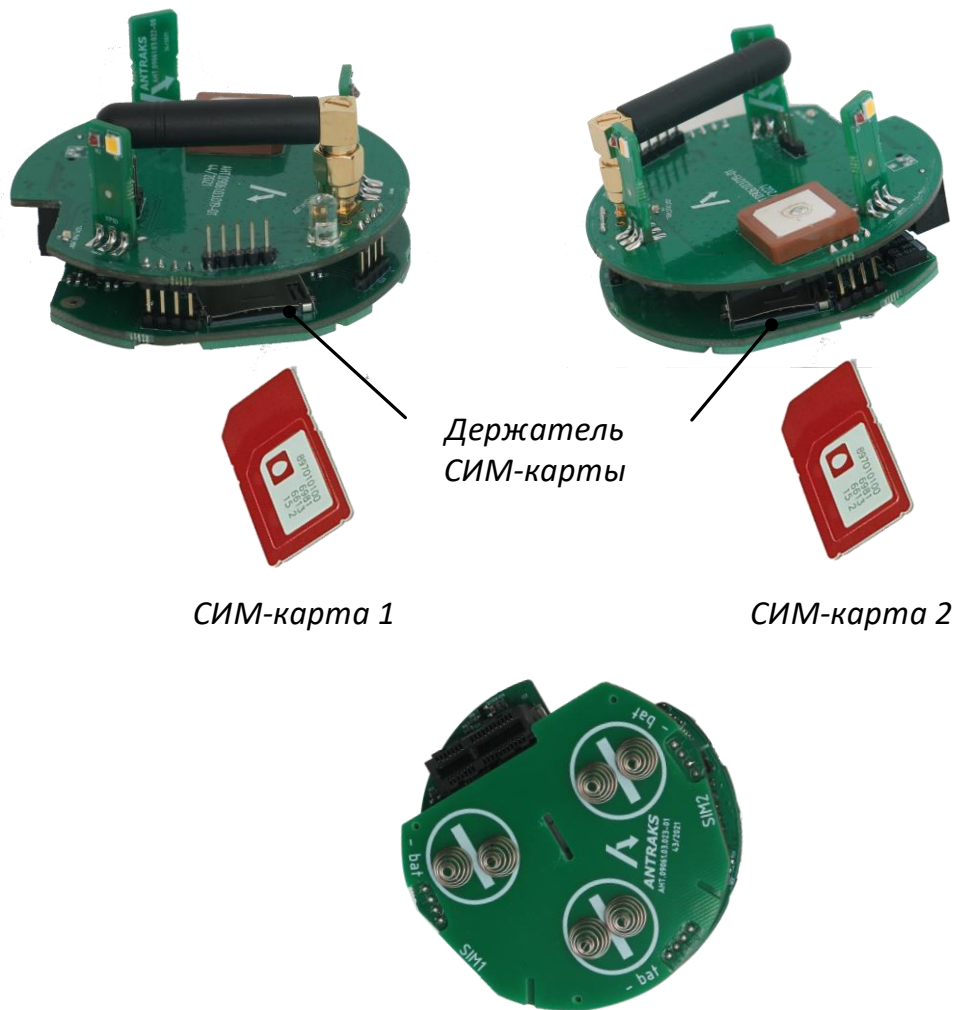

Рисунок 3.4 – Плата индикации. Установка СИМ-карт
3) Вставить СИМ-карты в соответствующие держатели СИМ-карт (Рисунок 3.4).